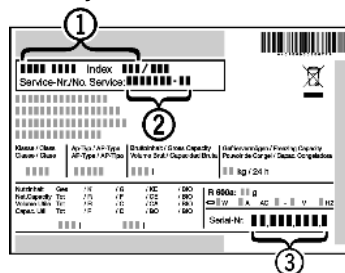

Fig. 43
- ▶ Odczytać z tabliczki znamionowej oznaczenie urządzenia *Fig. 43 (1)*, nr serwisowy *Fig. 43 (2)* oraz numer seryjny *Fig. 43 (3)*. Tabliczka znamionowa znajduje się po lewej stronie wewnątrz urządzenia.